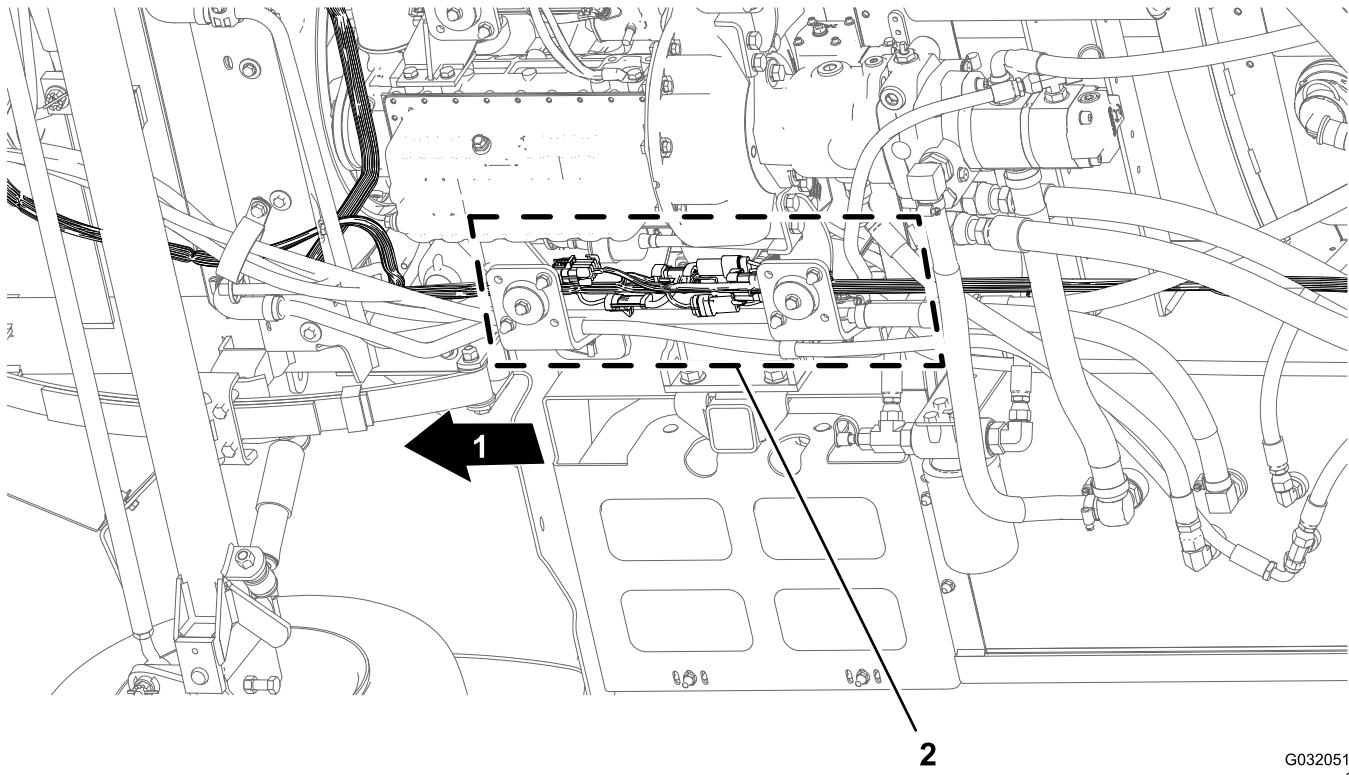

図 14
1. 機体の下の右フレームチューブに沿って配設されている前後のワイヤハーネスの相互コネクタを探し出す図 14。